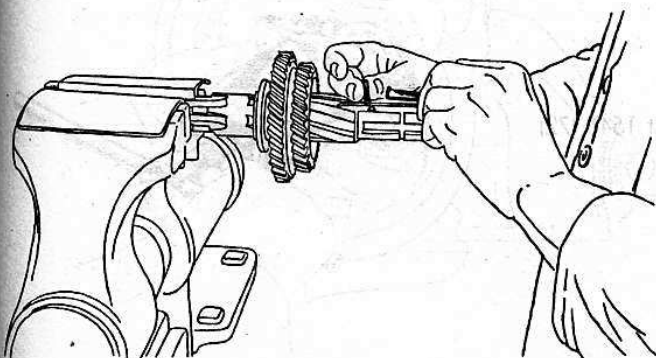

Bild 87
4. Feder, Bolzen und Nasenkeil (b) in Nute der Hauptwelle einsetzen (Bild 87).